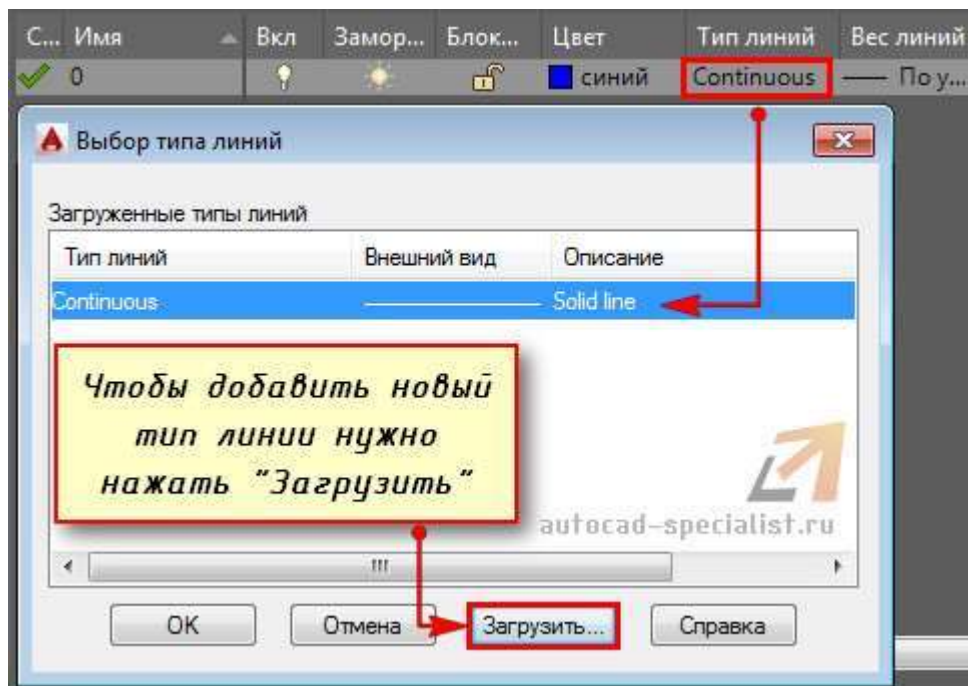

Рисунок 29 – Назначение типа линии для слоя в Автокаде.
- 3) Очень полезное свойство "Тип линии". По умолчанию выбрана сплошная линия (Continuous). Чтобы ее изменить достаточно нажать на название типа линии, после чего выбрать "Загрузить" . (рис.29)